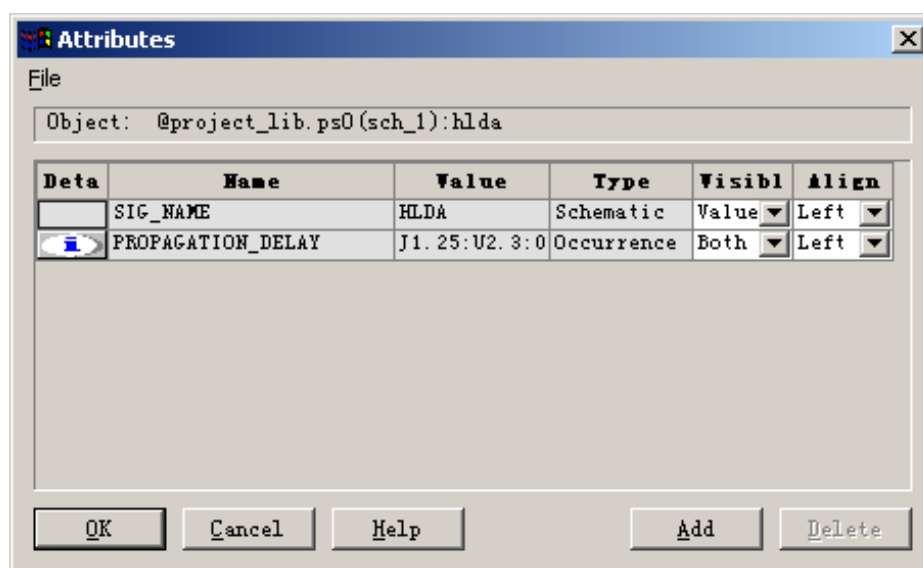

图 3-2 属性对话框
25. 点击网络“HLDA”, 出现【Attributes】对话框, 请见图 3-2。有两个值, 下面将值显示出来看看。